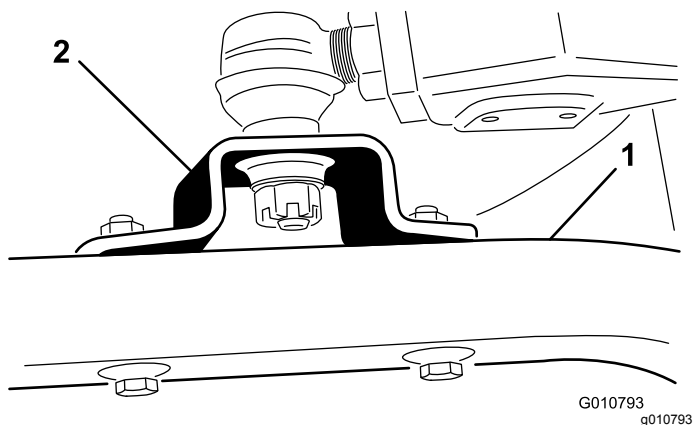

Figura 19
3. Retire los tornillos de caperuza y las contratueras que sujetan los soportes de las articulaciones esféricas a los brazos de las ruedas giratorias de la unidad de corte (Figura 19).